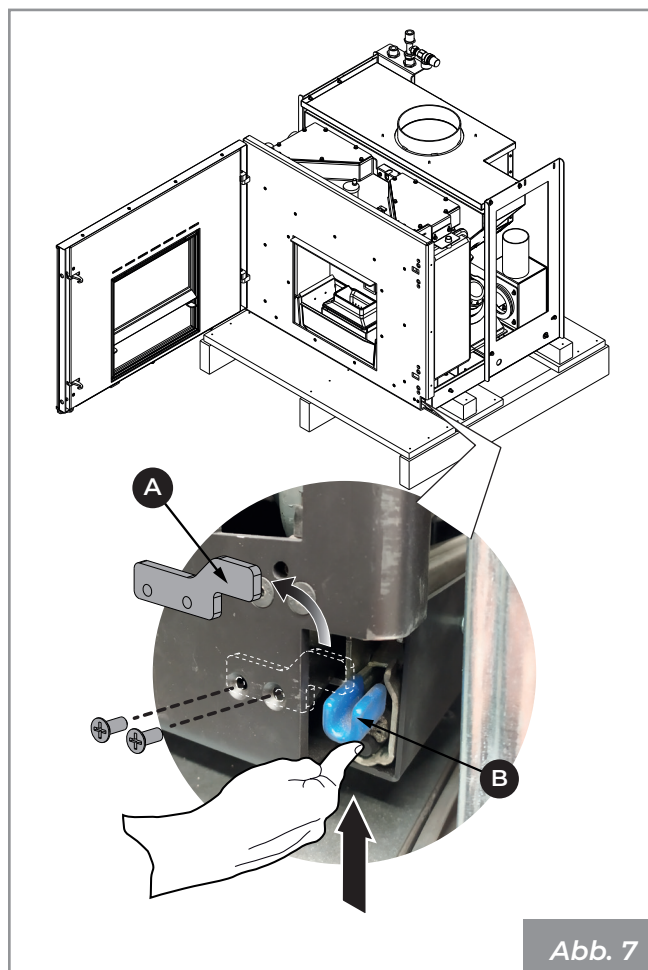

Abb. 7
- den Sicherheitsbügel (A - **Abb. 7**) durch Herausdrehen der beiden Befestigungsschrauben entfernen;
- den Hebel zum Entriegeln des Schiebers anheben (B - **Abb. 7**);